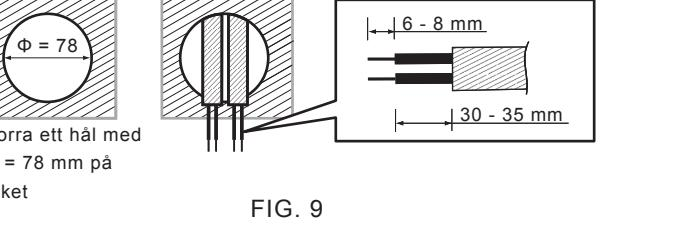

FIG. 9
3.4.2.1 För att installera detektorn, borra ett hål med diametern 78 mm i takplattan och håll strömkabeln utanför. Stripa 6 - 8 mm av kabelmanteln (se fig. 9).